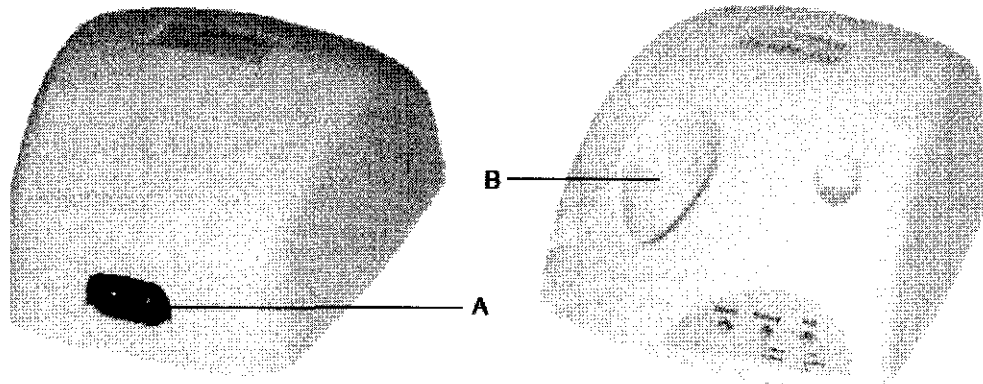

Fig 5
2. Introducir el cable de alimentación de la energía eléctrica, Fig.3 - Ref.E, en la conexión puesta en la parte posterior del aparato, Fig.5 - Ref.A, y luego en la toma de pared. Led verde power encendido, Fig.4 - Ref.A.
Al terminar el tratamiento, reponer la pieza de mano starlight pro en la estación de recarga, (Fig.5